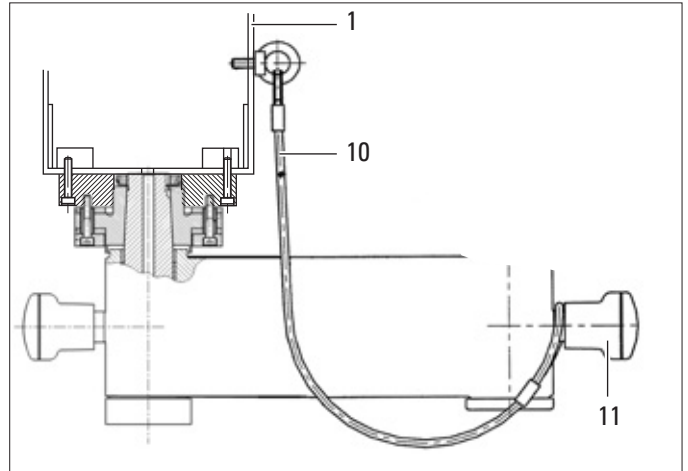

Bild 2
- ⇒ Verdreh-sicherung (10) an Deckenrohr (1) und an Klemmknopf (11) des Horizontalarms montieren (Bild 2).